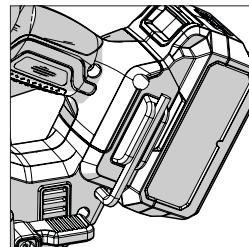

Fig. 1
- Leta upp den levererade insexnyckeln för bladbyte, som ligger i det monterade förvaringsutrymmet. (**Fig. 1**)